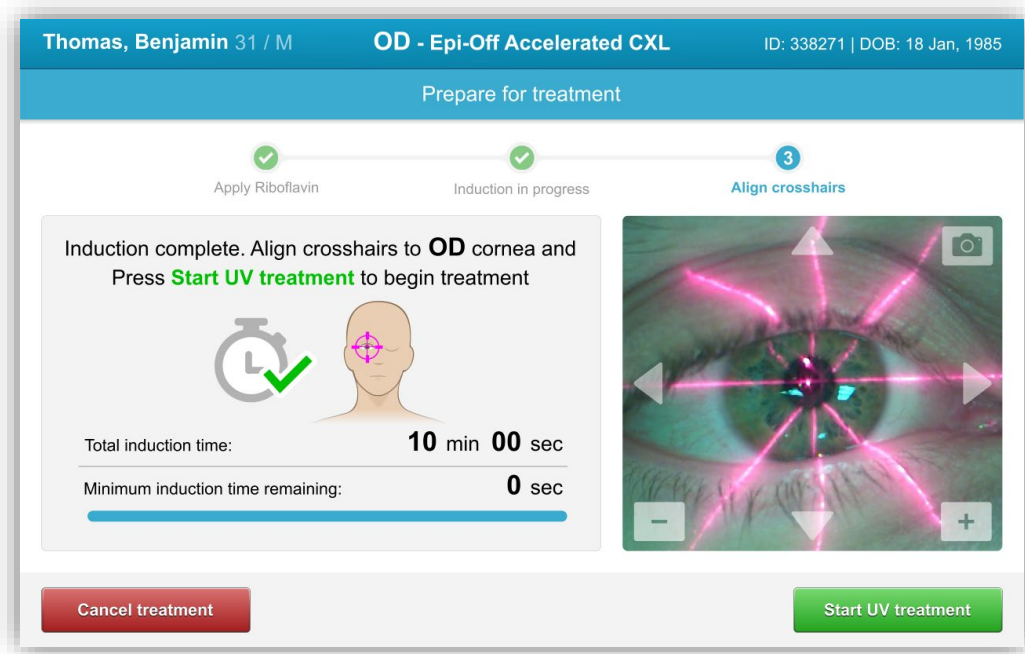

Figure 3-26. Démarrer le traitement UV
- Lorsque l'application de riboflavine, l'induction, et l'alignement des pointeurs en croix sont terminés, lancer le traitement en appuyant sur le bouton « Start UV treatment », comme illustré à la figure 3-26.